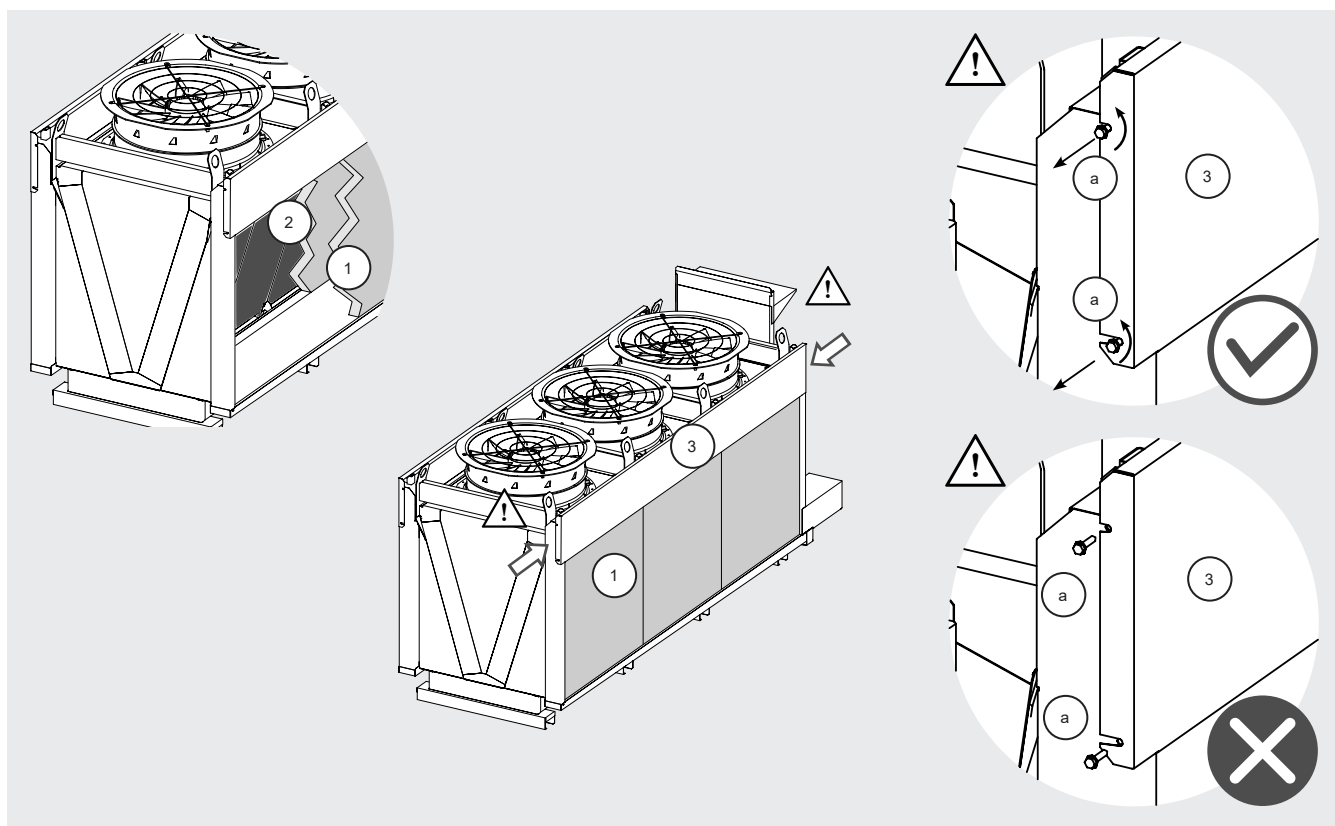

Figura 17
- 12.9.2 Para limpiar o sustituir los paneles, retire primero los paneles exteriores (1) y después los interiores (2). Véase la Figura 17.
- 12.10.4 Desenrosque los tornillos que fijan la tapa (3) del compartimento de boquillas según la Figura 17. Abra el compartimento de boquillas levantando la tapa (3) como se ve en 12.9.4.